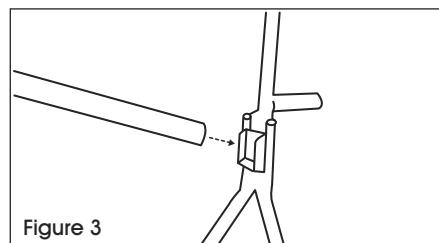

Figure 3
3. Glissez l'essieu (D) dans le support des assemblages de pattes. (Voir Figure 3)